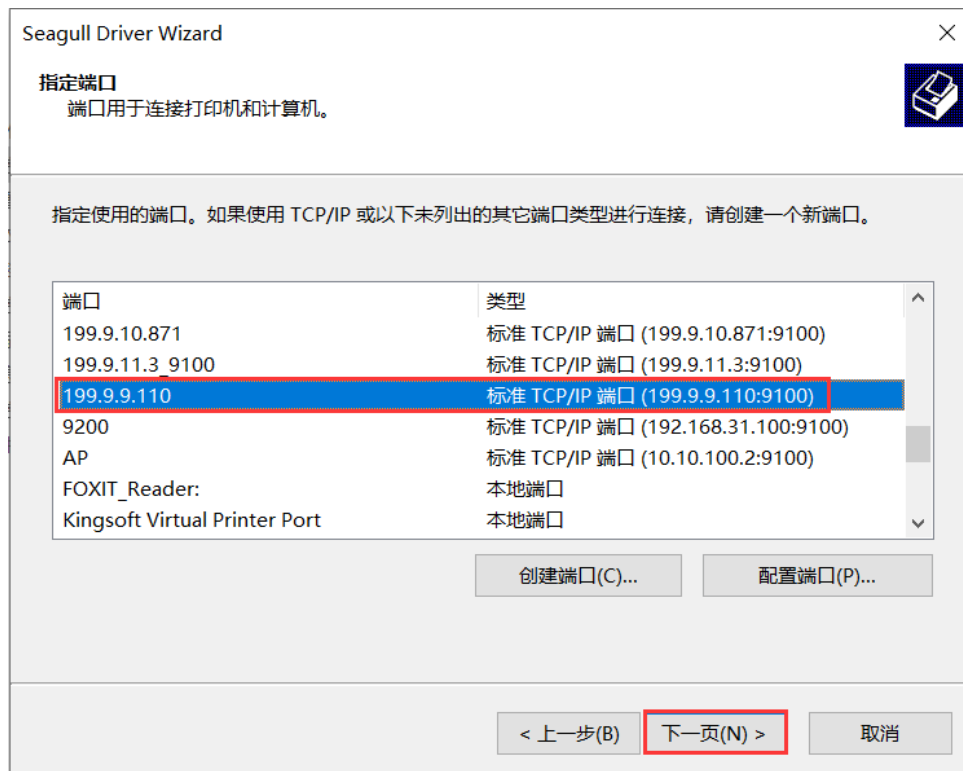

图 2-44 指定端口界面
9. 打印机端口添加完成后，返回“指定端口”界面，选择已添加成功的端口，点击“下一页”，如图 2-44 所示；